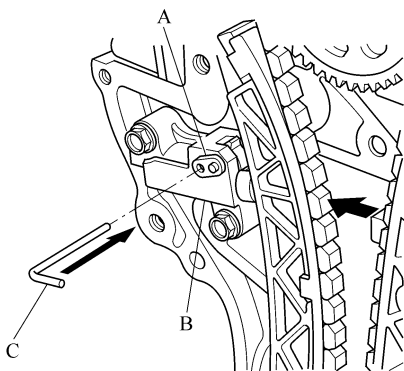

图 2-66 将销插入张紧器
15) 将锁 (A) 上的孔与自动紧张器 (B) 的孔对准, 然后将一个 1.0mm (0.04in) 直径的销 (C) 插入孔中。顺时针转动曲轴以固定销, 见图 2-66。